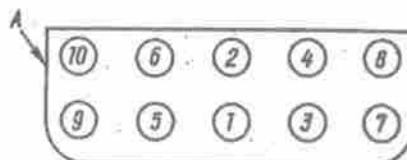

Bild 24. Reihenfolge, in der die Muttern des Zylinderkopfs anzuziehen sind;
1. Befestigungsmuttern des Zylinderkopfs nach Einlaufen des Kraftwagens und 1000 Laufkilometern nach Abnehmen des Zylinderkopfs nachziehen. Die Muttern nur am kalten Motor nachziehen und dabei die in Bild 24 dargestellte Reihenfolge einhalten. Endgültiges Anzugsmoment - 7,3...7,8 kpm.